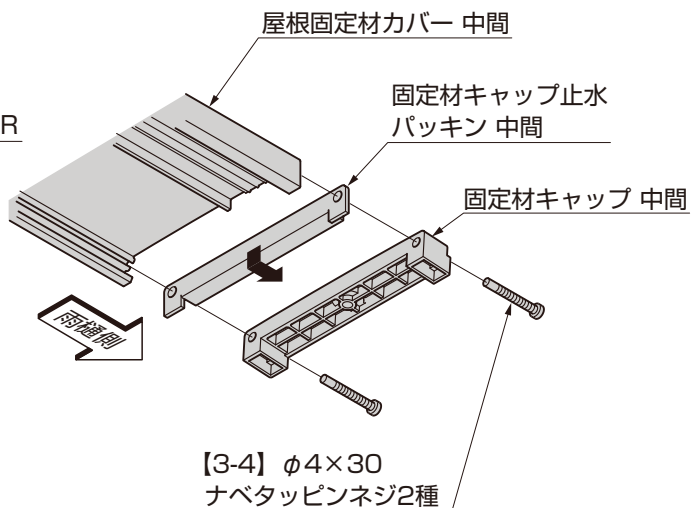

図9-11 中間部
- ② 固定材キャップ止水パッキン 中間、固定材キャップ 中間を屋根固定材カバー 中間の雨樋側に【3-4】で取付けてください。(図9-11参照)